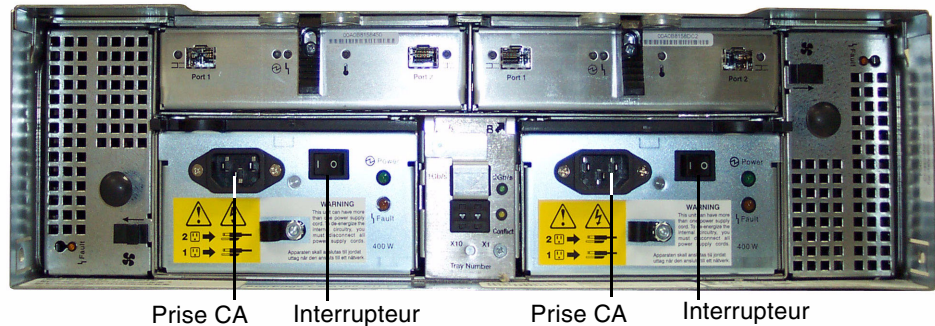

FIGURE 2-21 Panneau arrière du boîtier d'extension
2. Vérifiez que les interrupteurs sont en position d’arrêt, puis connectez les câbles d’alimentation CA à l’arrière de chaque boîtier d’extension (reportez-vous à la FIGURE 2-21).